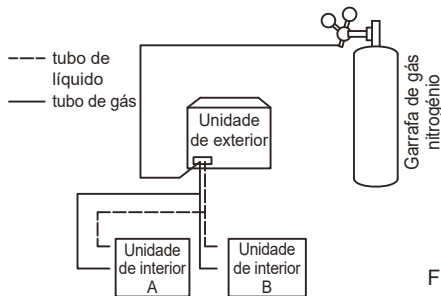

Figura 5.27
4. Utilize bujões cegos para bloquear todas as aberturas laterais de líquido (gás), exceto a abertura na unidade de interior que está mais distante das unidades de exterior ("Unidade de interior A" na Figura 5.27).
8. Escoe as outras aberturas da mesma maneira, trabalhando em sequência da unidade de interior A em direção às unidades de exterior. Consulte a Figura 5.27.